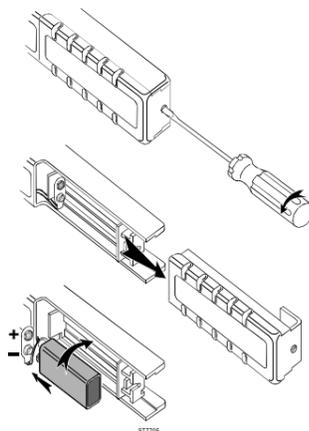

Рисунок 2. Установка Батареи
При первом использовании, не забудьте установить батарею. См. Рисунок 2, следуйте указаниям по установке батареи:
- Крышка батареи находится на ручке. (см. Рисунок 2.) Ослабьте винт с помощью плоской отвертки.
- Установите батарею (IEC 6LR61) как показано на Рис. 2. Расположите контакты батареи таким образом, чтобы не зажать их между дном ручки и крышкой батареи.